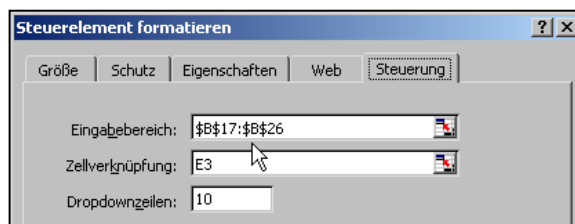

Bild 10: Die Einstellungen für das Kombinationsfeld.
- Im nun erscheinenden Dialogfeld – siehe Bild 10 – treffen Sie auf der Registerkarte *Steuerung* die Einstellungen für das Steuerelement. Es soll seine Informationen aus der Projektliste holen, die im vorliegenden Beispiel im Bereich B17:B26 liegt. Setzen Sie also den Cursor ganz oben in das Feld *Eingabebereich* und markieren Sie mit der Maus den Bereich B17:B26.